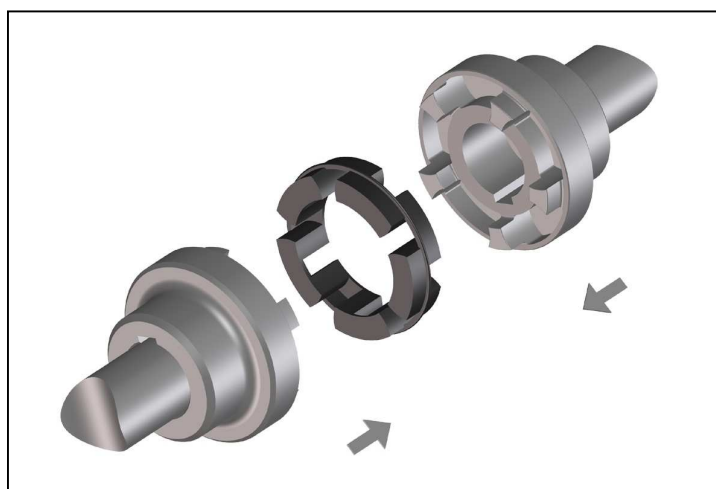

Bild 5
- Schieben Sie die Wellenenden mit den montierten Kupplungshälften zusammen (Bild 5).